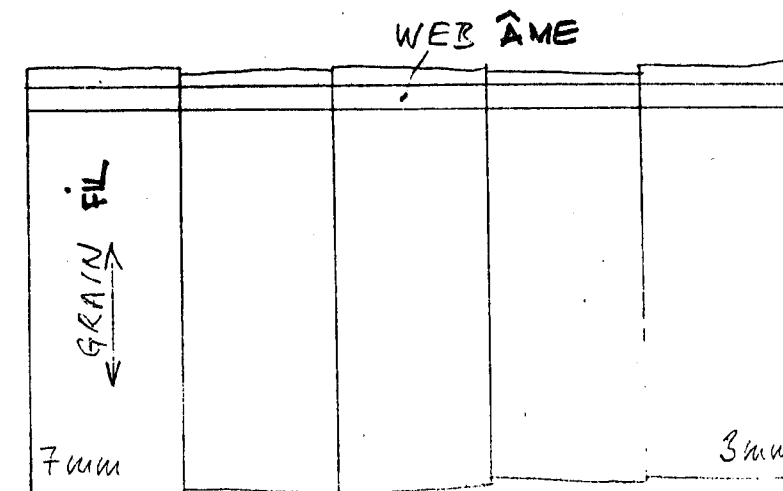

FIG. 1
- COLLER SUR CHAMPS DES SEGMENTS DE PLANCHE Balsa DE MANIÈRE A OBTENIR UNE PLANCHE DE 50 CM X 20 CM FIL EN TRAVERS - PONCER LES JOINTS - ENSUITE PONCER L'ENSEMBLE POUR AVOIR 7 MM D'ÉPAISSEUR À UNE EXTRÉMITÉ, ET 3 MM À L'AUTRE (VOIR FIGURE 1) - ÇA FERA L'AFFAIRE POUR QUELQUES PAIRES D'AILES!